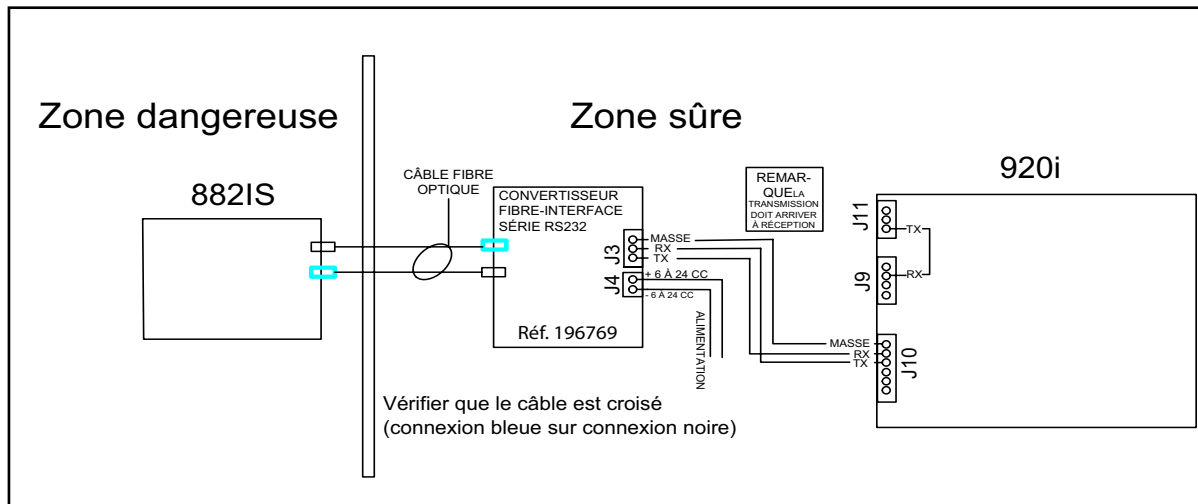

Figure 8-1. 882IS/882IS Plus - Exemple de système de mise en lots par points de consigne avec matériel RS-232
L'indicateur 882IS/882IS Plus est capable de contrôler la mise en lots à points de consigne sur un indicateur de poids Rice Lake Weighing Systems 920i distant. Cette capacité permet à un moteur de mise en lots industriel de fonctionner dans un environnement sûr, contrôlé par le 882IS/882IS Plus via un câble en fibre optique depuis une zone dangereuse. Se reporter à la Figure 8-1 pour voir des exemples de configuration.
- Un boîtier convertisseur fibre-interface série RS-232 (réf. 196769) (Figure 8-1, page 77)
1. Réaliser le raccordement de l'adaptateur fibre RS-232 à l'indicateur 920i (Figure 8-1, page 77) pour les connexions.